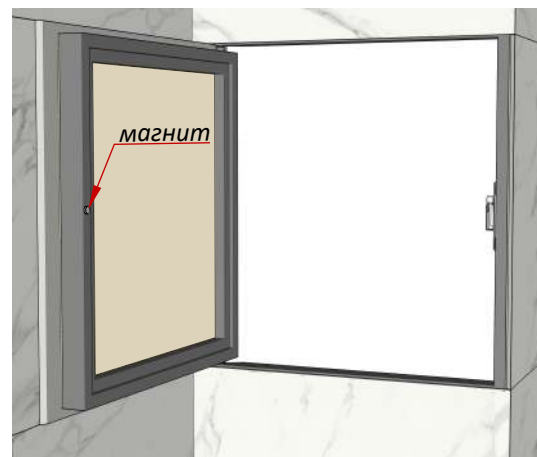
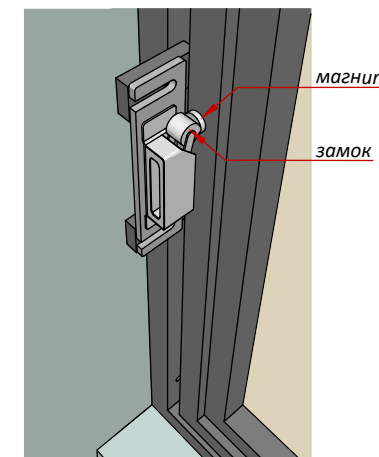

Рис. 14
Рис. 15
- 8) Если же в Вашем случае плитка на люке не выпущена внахлест на стену, и Вы будете использовать замок, тогда стопорные уголки можно снять, затем закрепите неодимовый магнит на створку люка (Рис.14) и настройте их взаимодействие с замком (Рис.15). Теперь, можно открыть люк нажатием на плитку со стороны петель или со стороны замка.